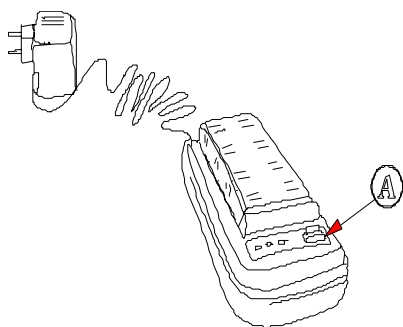

Figura 1.- Cargador de batería CB-410B y adaptador de red.
- 2) **Conviene descargar la batería, antes de realizar el proceso de carga**, para eliminar posibles cargas residuales. Para ello, pulsar el botón A situado en la parte derecha (ver figura 1). Entonces una pequeña luz amarilla se enciende y comienza la descarga. Cuando el proceso de descarga llega a su fin, el cargador comienza el proceso de carga automáticamente.